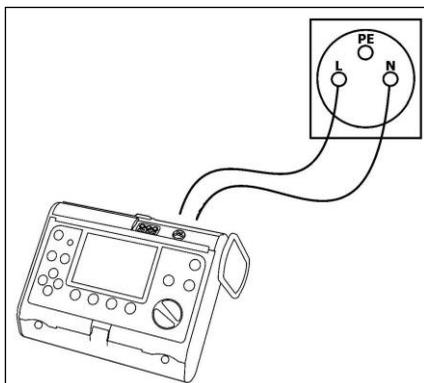

Fig. 5. Conexión del medidor
- conectar el medidor con los cables a la toma de corriente del tablero según la Fig. 5,